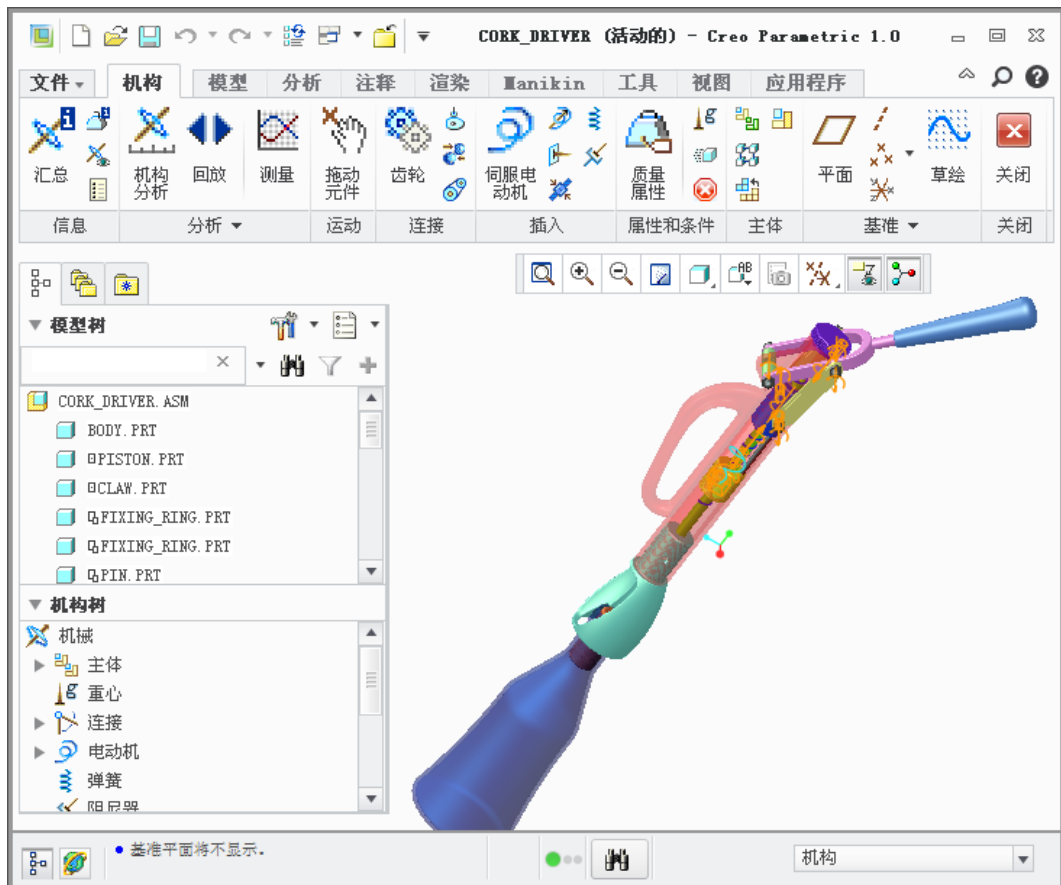

图 9.1.1 机构模块界面
Step2. 进入机构模块。单击 **应用程序** 功能选项卡 **运动** 区域中的“机构”按钮 。即进入机构模块, 此时 **Creo** 界面如图 9.1.1 所示。